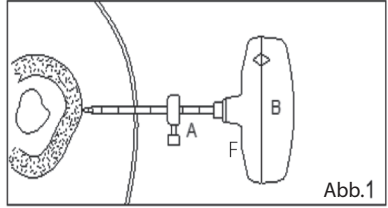

Abb.1
ABB. 1 Für eine visuelle Hilfestellung richten Sie die Tiefenlehre je nach Tiefe des zu erreichenden Knochens an der Schneidekanüle (A) auf die entsprechende Zentimetermarkierung aus und ziehen sie fest. Führen Sie die Schneidekanüle mit angebrachtem Mandrin und Griff (A+B+F) durch Drehen gegen den Uhrzeigersinn so weit ein, bis sie auf die Knochenoberfläche treffen.